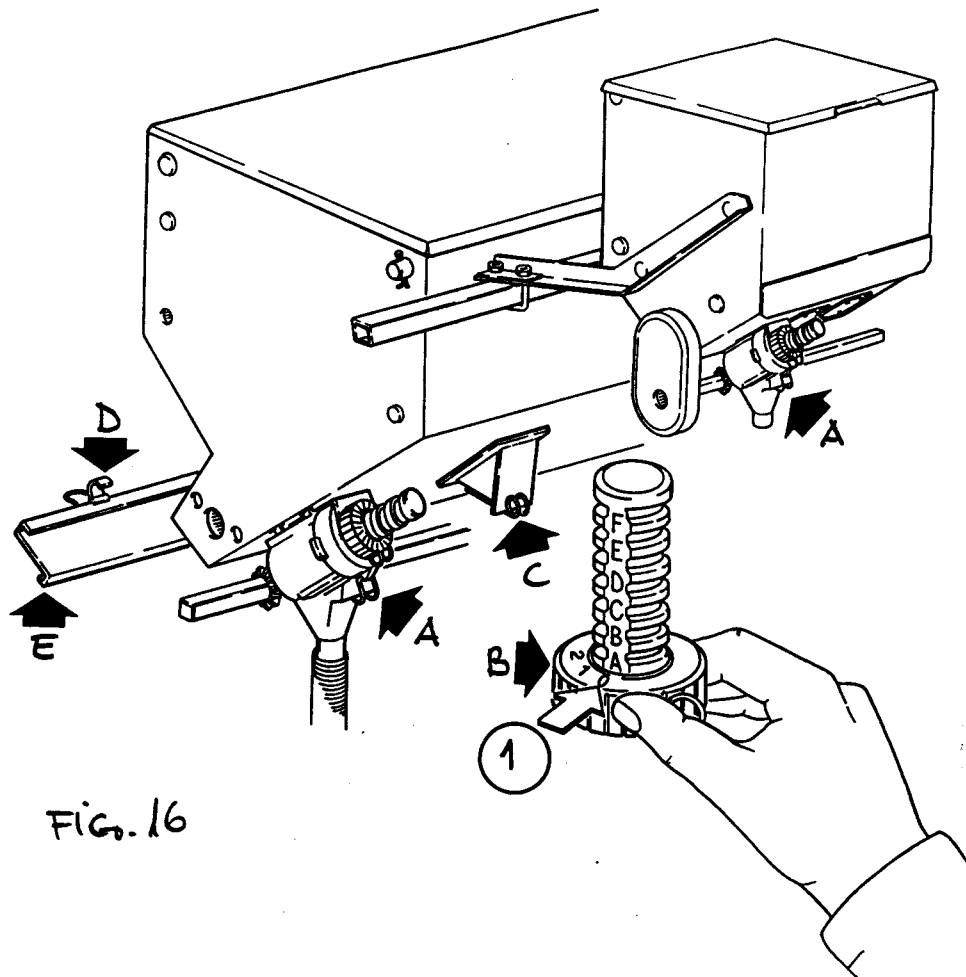

Fig. 16
① Spandiconcime Microgranulatore
La diffusione del prodotto fertilizzante ed insetticida, avviene per mezzo dei distributori (A) (diversi come dimensioni) Fig. 16, montati sui serbatoi spandiconcime e microgranulatore. La quantità da distribuire (vedi tabelle distribuzione), si regola con la ghiera (B) e la posizione di lettura della regolazione è come indicato al punto (1). I distributori, in materiale plastico, non necessitano di lubrificazione. Si raccomanda, a fine lavoro, un'accurata pulizia dei serbatoi, in modo particolare per quelli del fertilizzante. Scaricare il prodotto residuo dalla porta (C) sganciare le chiusure (D) e togliere la porta di pulizia (E), lavare abbondantemente con acqua.
② Fertilizer and granulate distributor
The distribution of fertilizer and insecticide is performed by means of the distributors (A Fig. 16) mounted on the tanks of the fertilizer and microgranule. The quantity to be distributed is regulated through the ringnut (B); reading position of adjustment as shown at point 1.
③ Distributeurs d'engrais et de microgranulés
L'épandage d'engrais et la mise en place de microgranulés insecticides sont réalisés par l'intermédiaire des distributeurs (A) (qui existent en différentes dimensions), cf. Fig. 16, montés sur le réservoir d'engrais, resp. de microgranulés. La quantité apportée (voir à ce propos les tableaux de distribution qui figurent aux pages suivantes) doit être réglée au moyen de la molette (B), dont la position est repérable précisément par le point de lecture indiqué par la flèche (1). Ces distributeurs, en matière plastique, n'ont pas besoin d'être lubrifiés. Pour un travail précis, il est recommandé de procéder, lors du remisage de l'engin, à un nettoyage approfondi du dispositif d'épandage de l'engrais. Pour ce faire, extraire tout d'abord le solde éventuel d'engrais par la trappe de vidange (C); actionner ensuite le dispositif de fermeture de la tôle inférieure (D), pour déposer cette tôle (E), et laver abondamment avec de l'eau.
④ Düngerstreuer und Mikrogranulatstreuer Minimax Verteiler
Die Ausbringung von Handelsdüngern und Insektiziden geschieht mittels der Minimax-Verteiler (A). Fig. 16 (unterschiedlich nur in der Größe) die auf den Behältern der Düngerstreuer und Mikrogranulatstreuer montiert sind. Die Ausbringmenge (siehe Streutabelle) reguliert man durch Drehen der Ziffer am Ring (B), zum Buchstaben auf der Spindel (F), wie im Punkt 1 gezeigt wird.
⑤ Abonador y Microgranulador
El esparcimiento del producto fertilizante e insecticida se efectúa mediante unos distribuidores (A) (de diferente tamaño) Fig. 16, montados en los depósitos abonadores y microgranuladores. La cantidad a esparcir (véanse las tablas de distribución) se regula mediante la abrazadera (B) y la posición de lectura de la regulación es la que indica el punto 1. Los distribuidores son de plástico y no necesitan lubricación. Se recomienda, al final del trabajo, limpiar cuidadosamente los depósitos, especialmente los del abono. Descargar el producto residual de la puerta (C), desenganchar los cierres (D) y quitar la puerta de limpieza (E), lavar cun abundante agua.